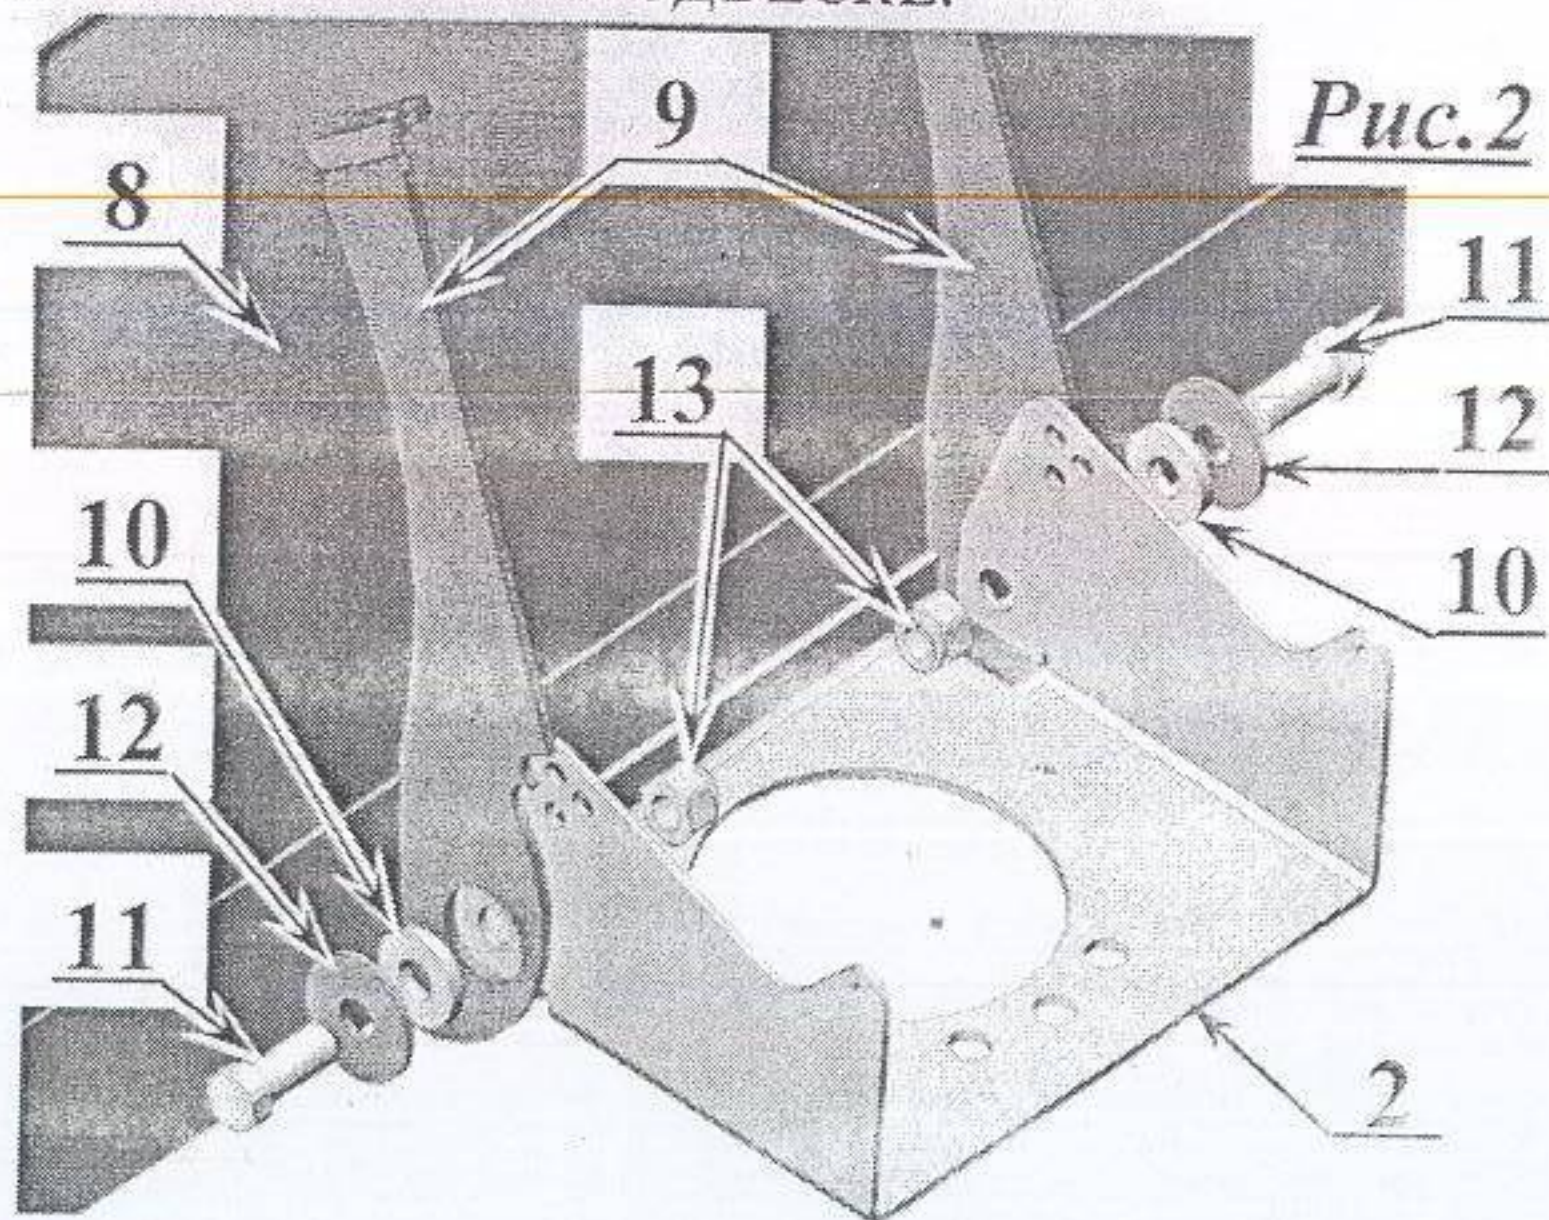

Рис.2
Сборка показана на схеме рис.2 и на фотографиях рис. 3 и 4.
1. Установить отвал (8) как показано на рис.2.
2. В отверстия кронштейнов (9) отвала (8) вставить распорные шайбы (10) – 2 шт.
3. Зафиксировать сборку при помощи болтов М16 (11), шайб (12) и самоконтрящихся гаек (13).